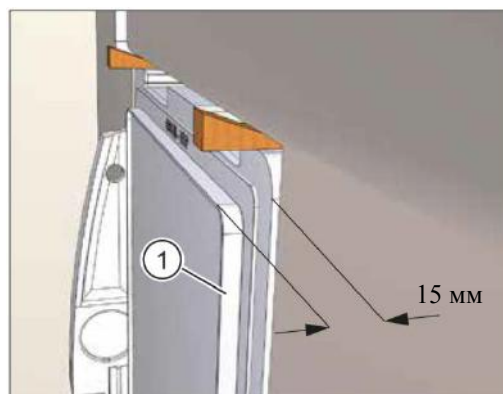

Рис. 17: штукатурная рама 15 мм
Глубина штукатурной рамки составляет 15 мм (см. рис. 17).
- ▶ Если внутренняя стенка не вертикальная или неровная, нужно выровнять переднюю поверхность штукатурной рамы (поз. 1 на рис. 17) параллельно вертикальной гипсовой рейке.